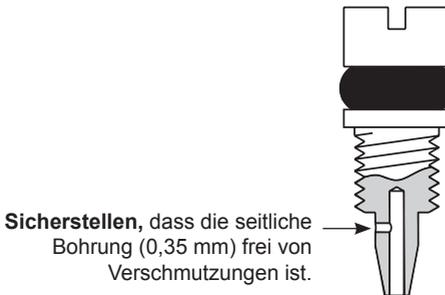

Abb. 26
5.2.1 Demontage und Reinigung der Stellschraube zur Einstellung der Empfindlichkeit (siehe Abb. 26):